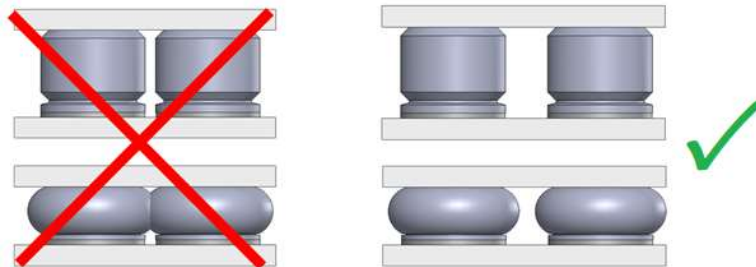

Bild 7: Auf ausreichenden Abstand achten.
4.5 Damit sich die Puffer beim Einfedern frei auf den Durchmesser d_1 ausdehnen können, muss neben ihnen ein Freiraum vorhanden sein (Bild 7). Mit 4.3 lässt sich der mindestnotwendige Freiraum berechnen.